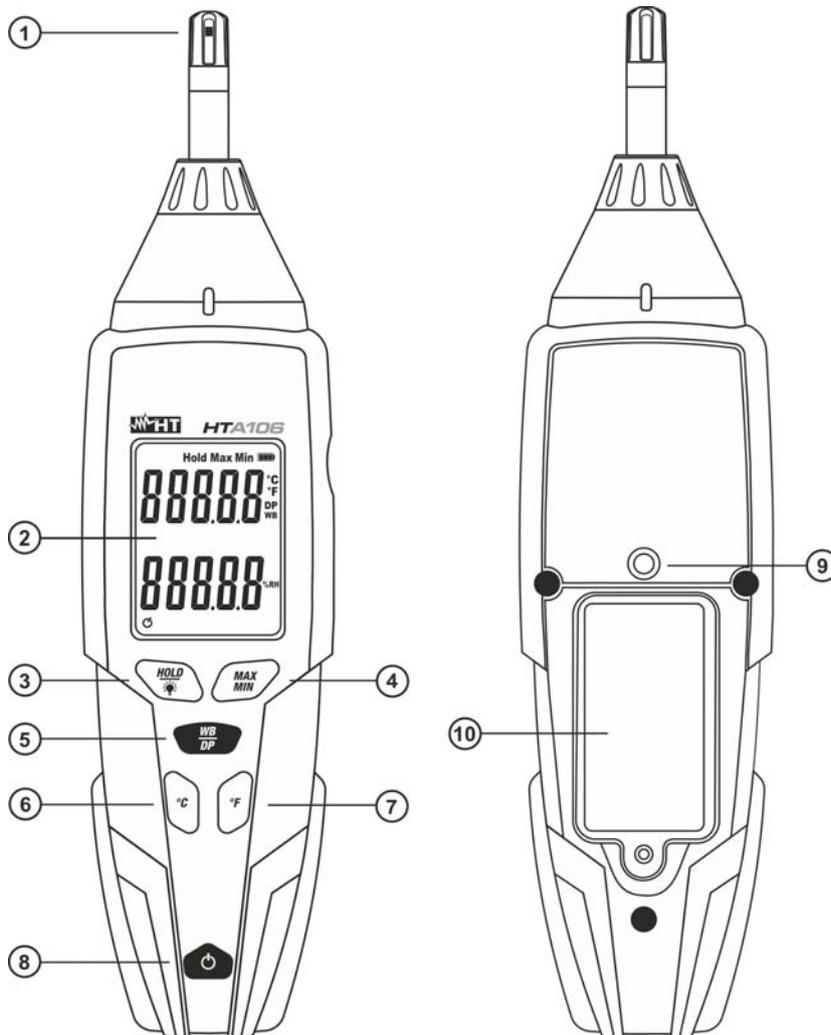
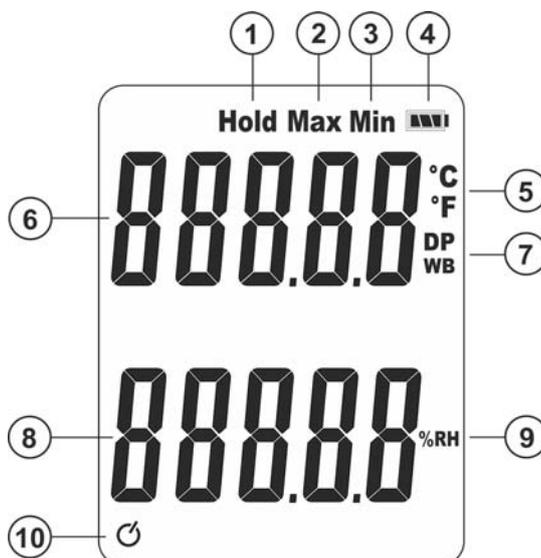

Fig. 1: Descripción del instrumento
Fig. 2: Descripción del visualizador
2. Pulse la tecla **ON/OFF**. El símbolo "☼" (vea la Fig. 2 – parte 10) desaparece del visualizador
3. Posicione el sensor integrado (vea Fig. 1 – parte 1) en el ambiente en pruebas. El valor de la temperatura en tiempo real se muestra en el visualizador principal (vea la Fig. 2 – parte 6) mientras que el valor de la humedad relativa (%HR) en tiempo real se muestra en el visualizador secundario (ver la Fig. 2 – parte 8). El valor “**OL**” indica la superación de los valores máximos medibles
2. Retire la tapa del hueco de la pila (vea la Fig. 1 – parte 10)